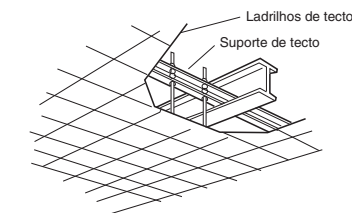

Fig. 3-18
- Utilize os suportes de tecto existentes ou construa um suporte adequado como mostrado na Fig. 3-18.